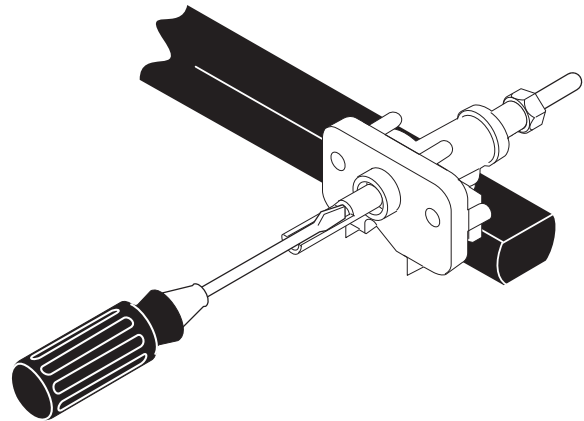

Figura 15
4. Ajuste bajo ("LO") ara la válvula de los quemadores de superficie (Figura 15)